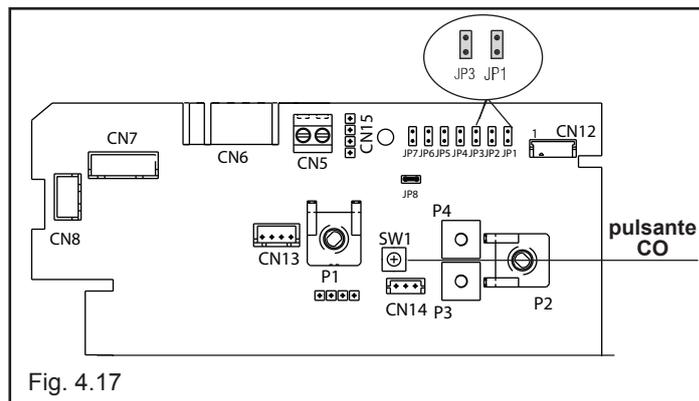

Fig. 4.17
- inserire i jumper JP1 e JP3 (fig. 4.17)
- premere il pulsante CO (fig. 4.17) e passare alla taratura del parametro successivo.
- Rimuovere il coperchio ispezione parti elettriche eliminando le viti per accedere al pulsante “CO” (fig. 4.17).